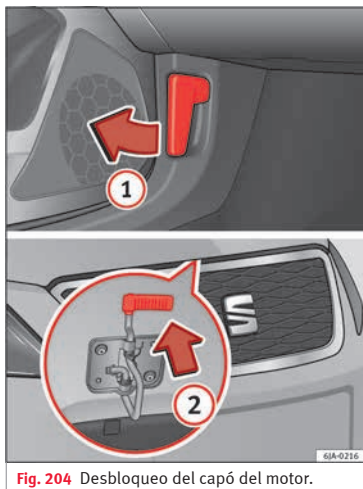

Fig. 204 Desbloqueo del capó del motor.
- Tire de la palanca ① » » fig. 204 que se encuentra bajo el tablero de instrumentos en el sentido que indica la flecha.
- Tire de la palanca de seguridad en la dirección de la flecha ② » » fig. 204, el capó se desbloquea.